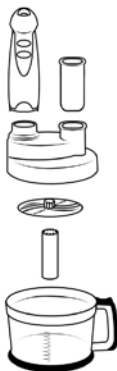

Рис. 2
Соберите электроприбор, как указано на рис.2.
**ВНИМАНИЕ!** По окончании работы выключите электроприбор, отключите его от электросети и извлеките измельченные продукты из контейнера, разбирая электроприбор в обратном рис. 2 порядке.